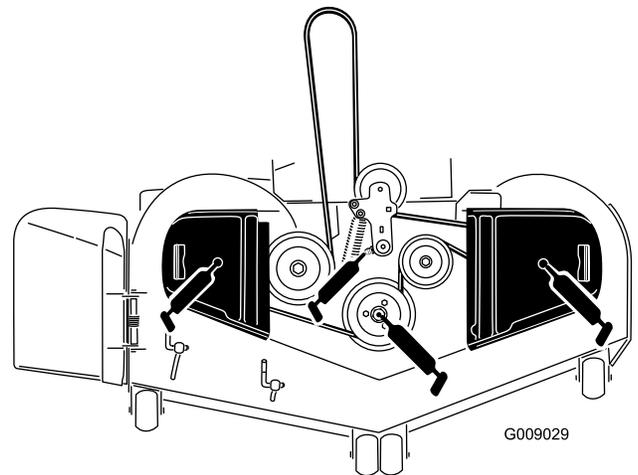

Figura 45
3. Engrase el pivote de la polea tensora de la carcasa de corte hasta que salga grasa por el extremo inferior (Figura 45).
4. Si su máquina tiene ejes engrasables, engrase los cojinetes de los 3 ejes hasta que salga grasa de las juntas inferiores (Figura 45).